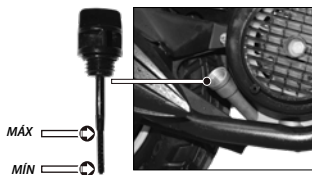

Imagen 14. Bayoneta del cárter.
2. Localizar la bayoneta del cárter en la parte inferior derecha de la . Ver imagen 14.